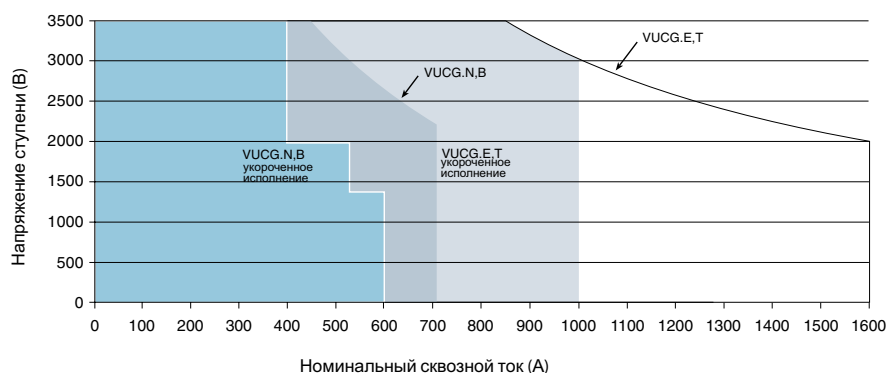

Рис. 14. Номинальное фазное напряжение ступени для типа VUCG
2) Более короткие корпуса дивертерного переключателя, см. чертежи с размерами в этом руководстве. См. также предельные значения на Рис. 14.